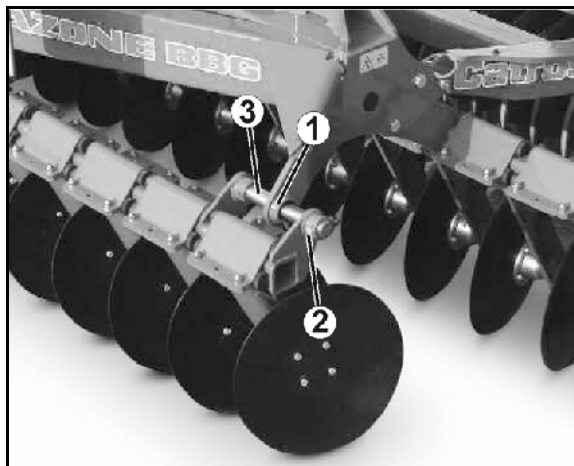

Fig. 53
Ved bytte av glidelager (Fig. 53/1) må maskinen være foldet ut og stå slik at glidelagrene er spenningsfrie.
1. Løsne skruforbindelsen (Fig. 53/2) på den forskyvbare akselen (Fig. 53/3).